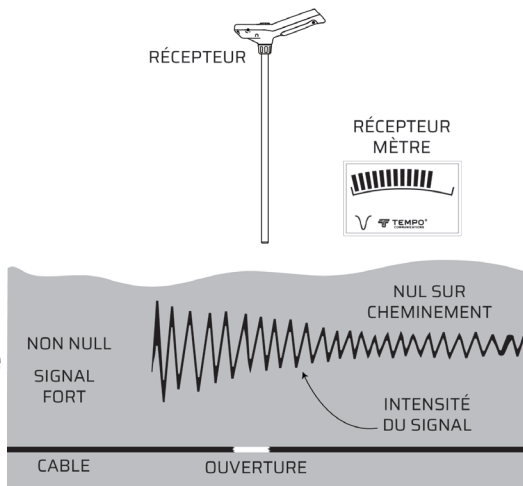

Figure 3. Localisation de l'extrémité du câble cassé
- L'extrémité d'un câble coupé ou cassé peut être localisée en suivant le chemin jusqu'à ce que le « null » devienne moins distinct ou disparaisse et cède la place à un « point chaud ». Au-delà du « point chaud », aucun « null » ne peut être détecté. Reculez jusqu'à ce que le « null » soit détecté : ce sera l'extrémité approximative du câble présentant la rupture. (Voir la **Figure 3.**)